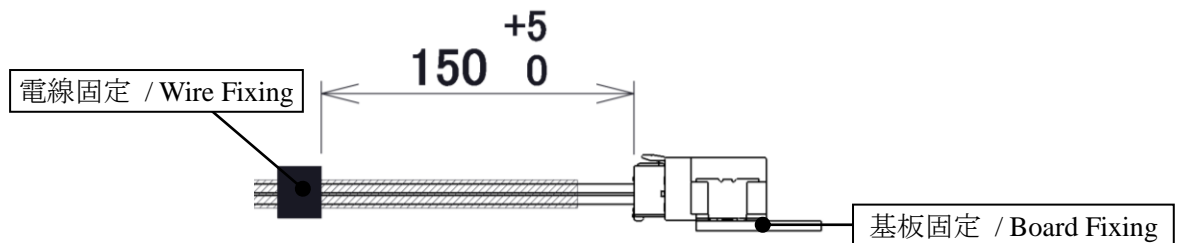

図 9. 固定方法 / Fig.9. Fixing method
試験法 …… 嵌合させたコネクタを図 9 の固定方法で衝撃台に取り付け、衝撃を加える。
Test method Fix mated connectors as show in Fig.9 and subject to impact.
<p>(16) 振動 / Vibration</p> <p>試験法 …… 嵌合させたコネクタを衝撃試験と同様の方法で固定し(図 9 参照)、以下の条件で振動させる。</p> <p>◎振動条件</p> <ul style="list-style-type: none"> ・振動方向:3 方向(前後、左右、上下) ・加速度:66.6m/s² ・振動時間:2h(前後、左右)、4h(上下) ・振動周波数:10~50Hz ・周波数掃引時間:8min(往復) <p>全極を直列に接続し、試験中は開放時 13+1/0V、短絡時 10±0.5mA で通電し続ける。</p> <p>Test method Fix mated connectors in same way as the shock test (show in Fig.9) on fixture and subject them to vibration.</p> <p>◎Vibration condition</p> <ul style="list-style-type: none"> ・Direction: 3 (front-back, left-right, top-bottom) ・Acceleration: 66.6m/s², ・Duration: 2h(front-back, left-right), 4h(top-bottom) ・Frequency: 10-50Hz ・Sweep time: 8min (per sweep) <p>Energize all terminals in series with, open 13+1/0V, short circuit 10±0.5mA, continuously during test.</p> <p>(17) 複合環境 / Vibration with temperature change</p> <p>試験法 …… 嵌合させたコネクタを衝撃試験と同様の方法で固定し(図 9 参照)、100±3℃雰囲気中で振動させる。</p> <p>◎振動条件</p> <ul style="list-style-type: none"> ・加速度:59.8m/s² ・振動周波数:20~200Hz ・周波数掃引時間:3min(往復) <p>コネクタ全極に 2.2A を 45min 通電、15min 休止のパターンで 300cyc 実施し、振動方向を変えて繰り返す。</p> <p>通電中は 2.2A 通電に対する抵抗変動をモニタする。</p> <p>試験後、振動試験を 3 方向各 1 時間行い、瞬断の有無を確認する。</p> <p>Test method Fix mated connectors in same way as the shock test (show in Fig.9) on fixture and subject them to vibration at 100±3℃.</p> <p>◎Vibration condition</p> <ul style="list-style-type: none"> ・Acceleration: 59.8m/s² ・Frequency: 20-200Hz ・Sweep time: 3min (per sweep) <p>Energize all terminals at 2.2A for 45min, break for 15min. No. of cycles: 300</p> <p>Repeat with other directions.</p> <p>Monitor resistance during 2.2A current supply.</p> <p>After test, carry out vibration test with 3 axes, each for 1h. Check for any microcuts.</p>